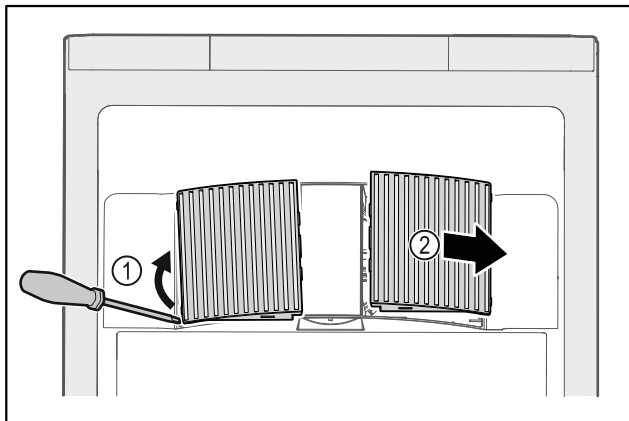

Fig. 144
- ▶ Αναμοχλεύστε προσεκτικά από το πλάι τα καλύμματα του ανεμιστήρα Fig. 144 (1) και αφαιρέστε τα προς τα εμπρός Fig. 144 (2).